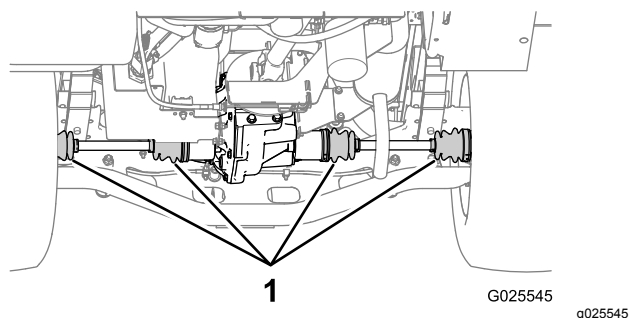

Рисунок 74
- Проверьте пыльники ШРУСов на задних мостах на отсутствие повреждений и утечек смазочного материала (Рисунок 74).